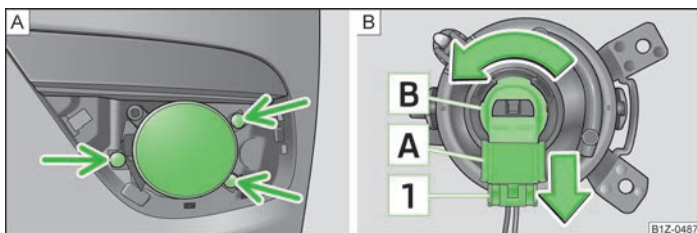

Fig. 166 Bara de protecție față: Farurile de ceață / farurile de ceață: Înlocuirea becului
- Desfaceți șuruburile cu ajutorul unei șurubelnițe » fig. 166 - **A**.
- Apăsăți siguranța **1** » fig. 166 a conectorului **A** și scoateți conectorul din soclul **B**.